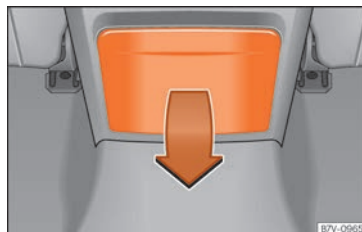

Abb. 194 In der Mittelkonsole hinten: Getränkehalter aufklappen
- Zum *Öffnen* Getränkehalter in Pfeilrichtung »» **Abb. 194** nach unten klappen.